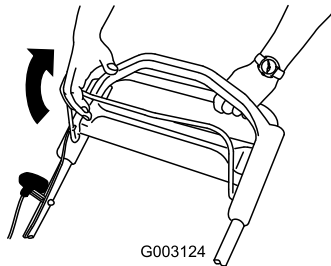

**Figura 14**
2. Pulse el botón de arranque eléctrico (modelo de arranque eléctrico solamente) (Figura 14) o tire de la cuerda del arrancador de retroceso (Figura 15).
**Nota:** Si se ha retirado el botón de arranque eléctrico, introdúzcalo en el arrancador eléctrico; consulte Figura 14 (modelo de arranque eléctrico solamente).